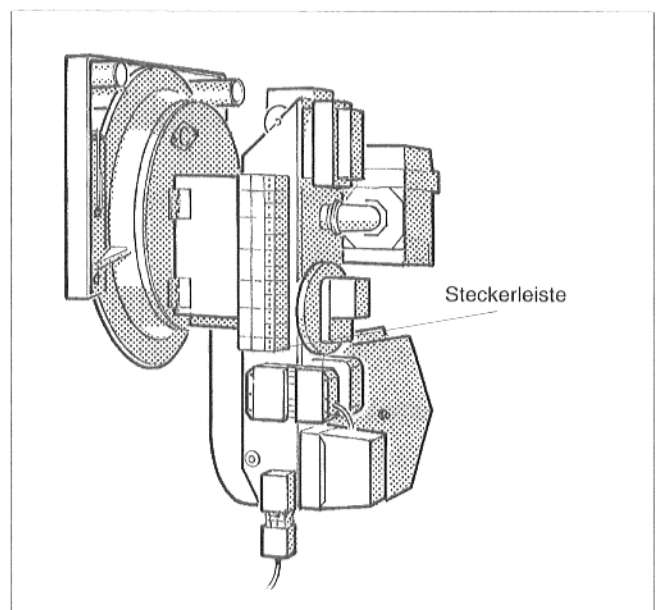

Abb.16
- Stecker des Zündtrafos (unterster Stecker Steckerleiste s. Bezeichnung ) von der Steckerleiste abziehen und Brenner starten (Abb. 16).